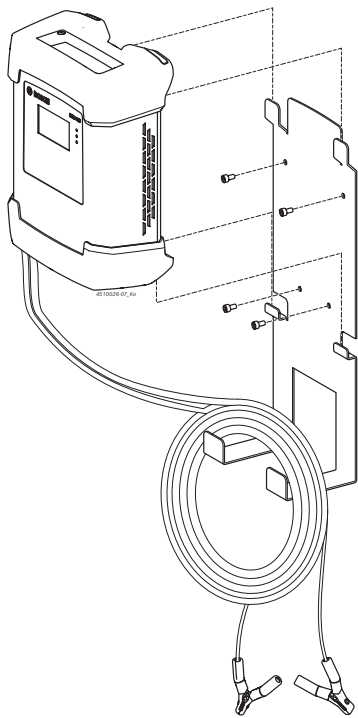

Fig. 2: BAT 645 avec fixation murale
**I** Les quatre pieds-supports du BAT 645 doivent toujours être accrochés en haut et en bas dans la fixation murale. Les câbles de charge et le cordon secteur peuvent être accrochés sur la fixation murale (voir fig. 2).